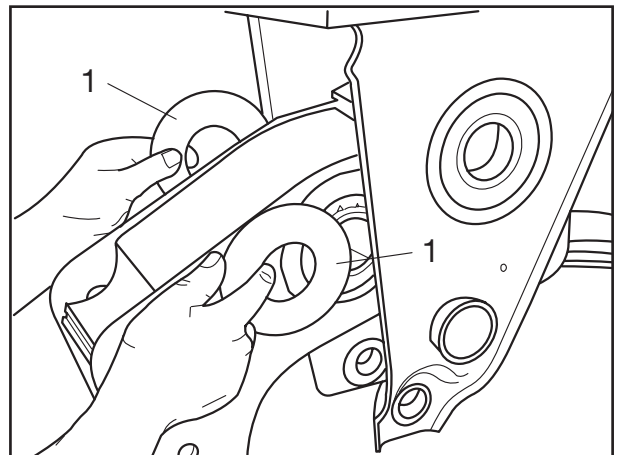

Fig. 8
[13] Ringe (Fig. 8/1) beidseitig mit Fett einstreichen und am Pendelarm ansetzen.
- [13] Grease both sides of rings (Fig. 8/1) and place on equalizing beam.
- [13] Graisser des deux côtés les bagues (fig. 8/1) et les placer sur le balancier.